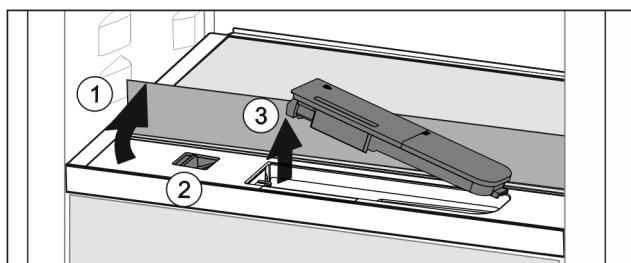

Fig. 35
- Nadvihnite sklenú dosku a až na doraz ju sklopte dozadu Fig. 35 (1).
- Potlačte posúvač Fig. 35 (2) doľava.
- Vyberte nádržku na vodu Fig. 35 (3).